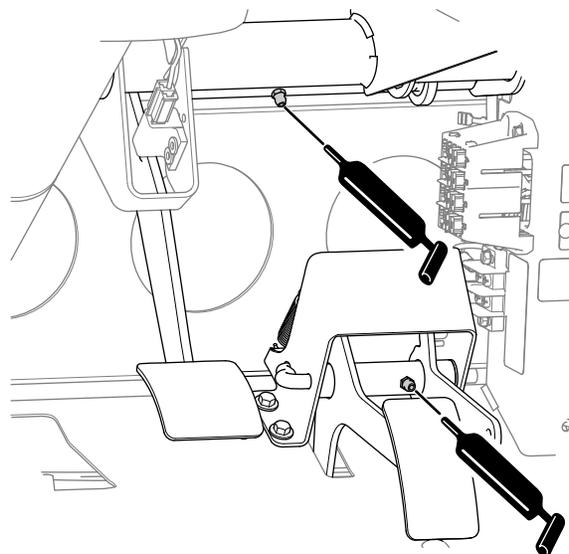

Рисунок 38
- Тормоз (1 шт.); см. Рисунок 38
- Педаль газа (1 шт.); см. Рисунок 38